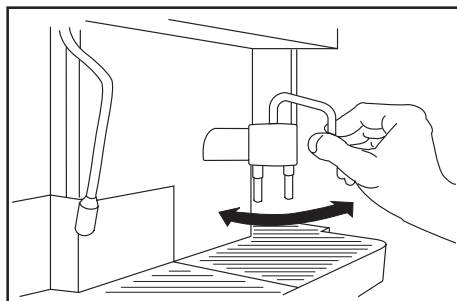

Fig. 10
- Prélever une ou deux tasses du plan réchauffe-tasses, les placer sous les distributeurs et appuyer sur la touche de la quantité désirée. Quand la dose programmée est atteinte, la machine s'arrête automatiquement. Si l'on veut interrompre le débit plus tôt que prévu, il suffit d'appuyer sur une des touches. En voulant utiliser des tasses ou verres particulièrement hauts, on peut obtenir le café du tube supérieur en tournant sur la droite (fig.10). Dans ce cas, le café ne sort plus des distributeurs inférieurs.